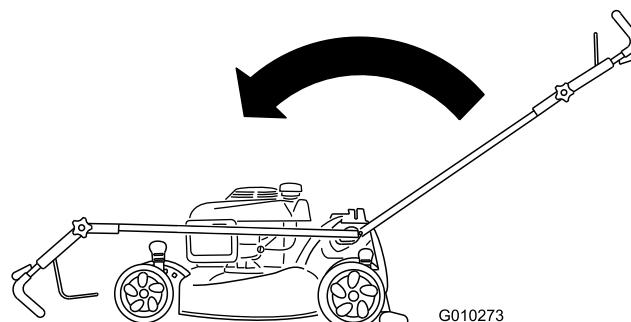

Рисунок 51
2. Поверните рукоятку вперед до отказа и ослабьте головку верхней части рукоятки (Рисунок 51).